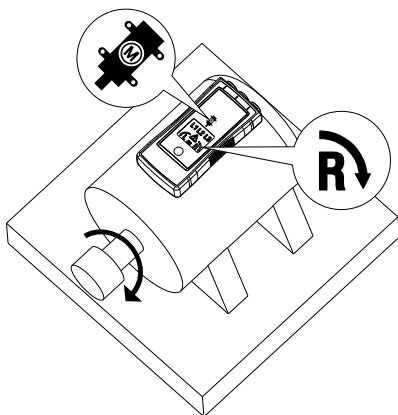

图 2：电机旋转
2. 将PRM-6置于电机上，使其与电机轴平行。测试仪的传感器应处于电机绕组的中心。测试仪应尽量靠近电机。参见图2。